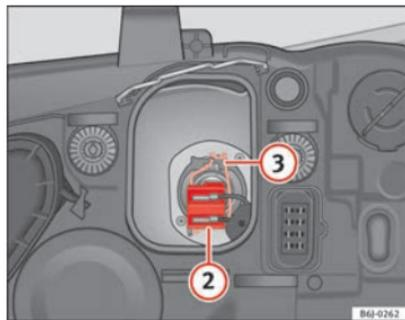

Fig. 154 Feux de croisement
- Retirez le connecteur ⇒ fig. 154 ② de l'ampoule.
- Décrochez le ressort entrebâilleur ⇒ fig. 154 ③ en le pressant vers l'intérieur et vers la droite.